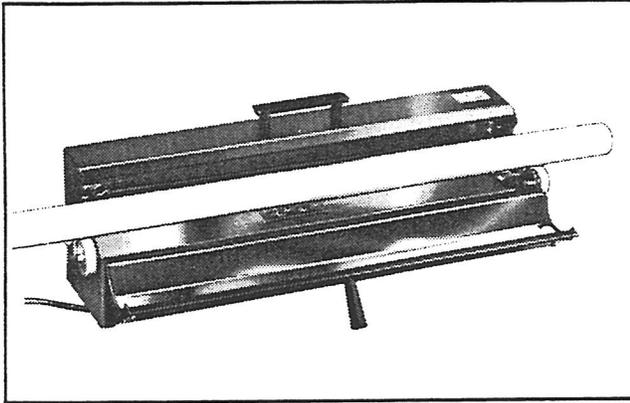

Figure 3
2. **Chauffage du conduit en PVC** - Pour obtenir de meilleurs résultats, tester avec quelques rebuts de PVC pour connaître la durée de chauffage appropriée. Lorsque tous ces matériaux sont à portée de main, abaisser la trappe de l'appareil jusqu'à la position entièrement ouverte. Poser la première section de conduit en PVC entre les paires de galets-guides à l'une ou l'autre extrémité de l'appareil, comme indiqué sur la figure 3. La section de conduit en PVC que vous souhaitez plier doit être centrée dans l'appareil. Maintenir la trappe de l'appareil fermée pendant la chauffe.